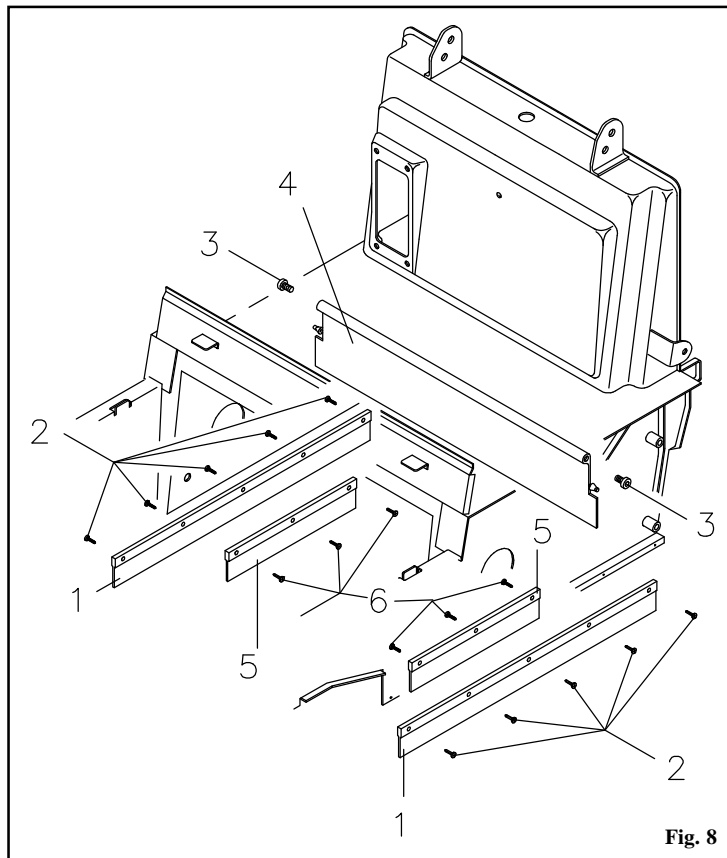

Fig. 8
Pour remplacer les volets latéraux **pos. 1 Fig. 8** enlevez les roues arrière et les carters latéraux. Desserrez les vis qui fixent les volets au châssis **pos. 2 Fig. 8** et remplacez ceux-ci par les volets neufs.
Pour remplacer les volets latéraux intérieurs **pos. 5 Fig. 8** soulevez l'avant de la machine et desserrez les vis **pos. 6 Fig. 8** qui fixent les volets au châssis. Remplacez-les par les neufs.
- Desserrez les deux axes de fixage du volet **pos. 3 Fig. 8** situés de chaque côté du châssis.
- Saisissez le volet **pos. 4 Fig. 8** et tirez vers l'extérieur.